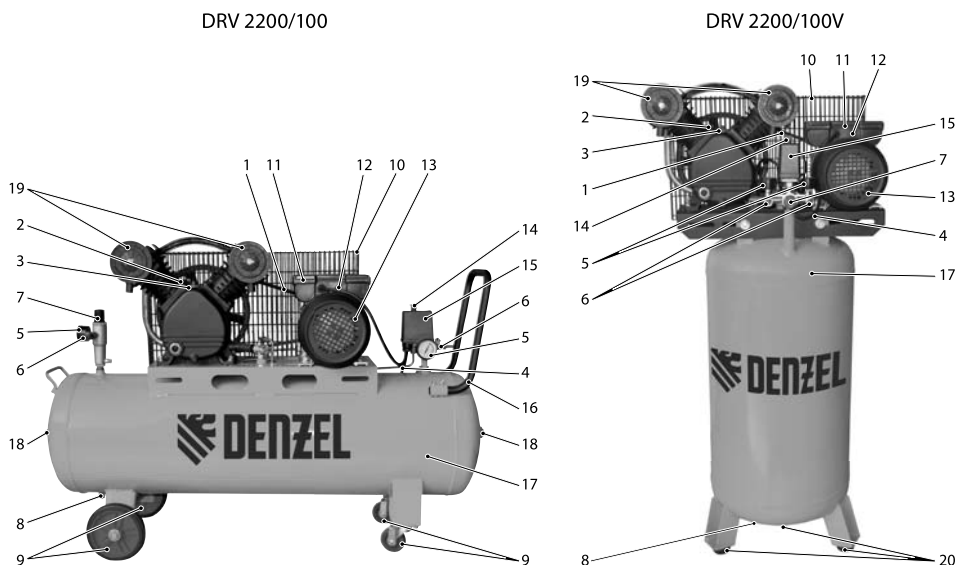
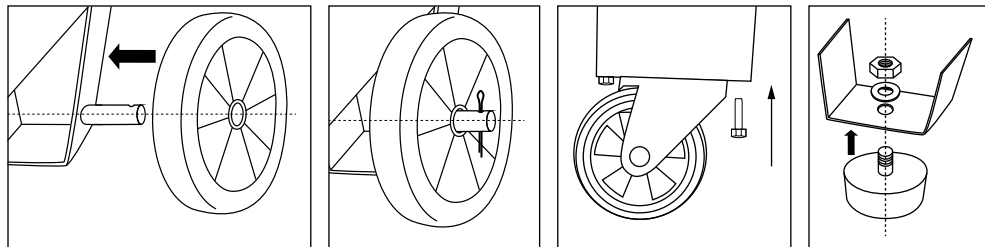
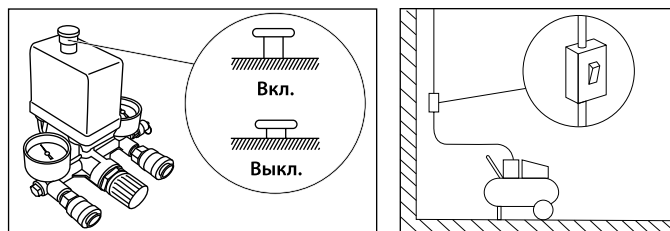

рис. 1
рис. 3
рис. 6
- Манометром 5 (рис. 1) для контроля давления сжатого воздуха;
- Реле давления 15 (рис. 1) для регулирования производительности периодическим запуском/остановкой компрессора;
Установите транспортировочные колеса 9 (рис. 1) для модели DRV2200/100 или антивибрационные опоры 20 (рис. 1) для модели DRV2200/100V и вверните воздушный фильтр 19 (рис. 1) в отверстие головки блока цилиндра (рис. 3).
- Установите в разрыв цепи питания дополнительное автоматическое защитное устройство (рис. 6).
- Убедитесь, что выключатель компрессора 14 (рис. 1) находится в положении «Выключено» (рис. 6).
- Установите регулятор давления 7 (рис. 1) в положение «min».
- Подключите к выходному быстръемному коннектору 6 (рис. 1) компрессора пневматический инструмент.
При первом запуске компрессор должен проработать без нагрузки около 10 минут полностью открытым регулятором давления 7 (рис. 1) выходного воздуха и клапаном слива конденсата из ресивера.
По истечении времени обкатки закройте клапан слива конденсата 8 (рис. 1) и проверьте, чтобы компрессор нагнетал воздух в ресивер 17 (рис. 1) и останавливался автоматически при помощи реле 15 (рис. 1) при достижении максимального значения давления.
Перед запуском следует убедиться, что переключатель реле давления 14 (рис. 1) находится в положении «Выключено», а вилка вставлена в сетевую розетку.
Поворачивая регулятор давления 7 (рис. 1) по часовой стрелке, установите давление, рекомендуемое производителем подключаемого пневмоинструмента.